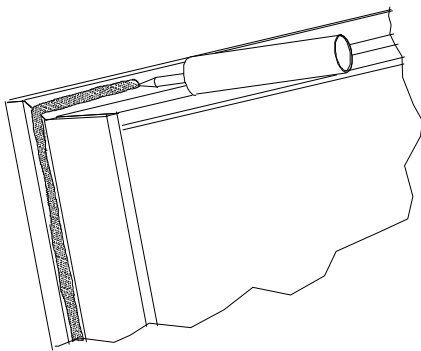

Figura 1c
**IMPORTANTE:** Antes de fijar la unidad de la puerta dentro de la abertura aproximada, aplique gotas de calafateado en la parte inferior del umbral de la puerta en ubicaciones según se muestra en las figuras 1a y 1b, incluyendo el adaptador de jamba de plástico y moldura. Asegúrese de que al menos 4 líneas de bolas sellen el ancho completo del umbral. Además aplique un cantidad continua y generosa de calafateado en la parte trasera de las molduras como se muestra en la figura 1c.